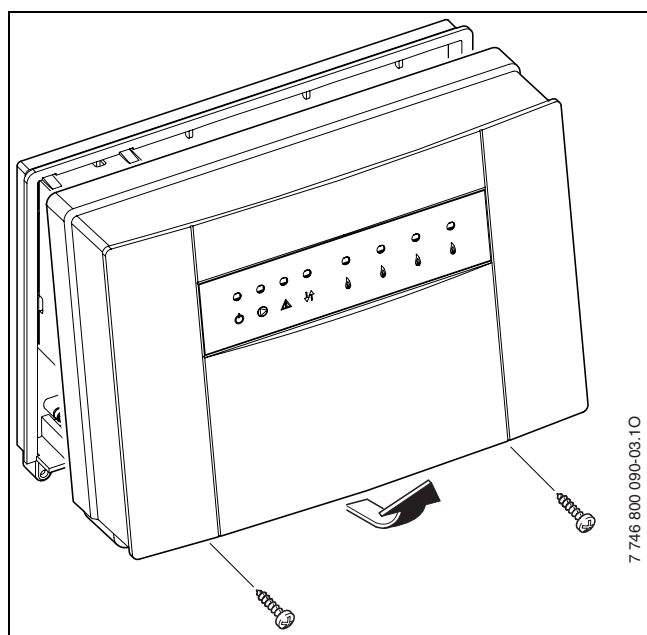

Fig. 7 Retire la tapa
- ▶ Afloje 2 tornillos en la parte inferior del módulo MCM10, tire de la parte de abajo de la tapa hacia adelante y retirela hacia arriba (→ fig. 7).
- Abra la carcasa del módulo guía MCM10 (→ fig. 7, pág. 28).